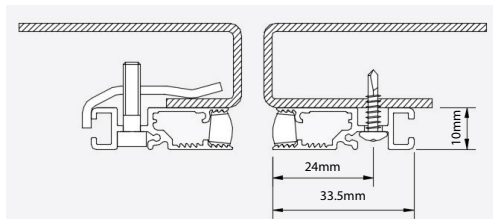

图1: E10左侧固定夹（单独订购）和右侧的自攻螺丝进行安装
1. 使用提供的固定套件安装探测器（见图1）。图1中左侧的固定夹必须单独订购（E10 803）。